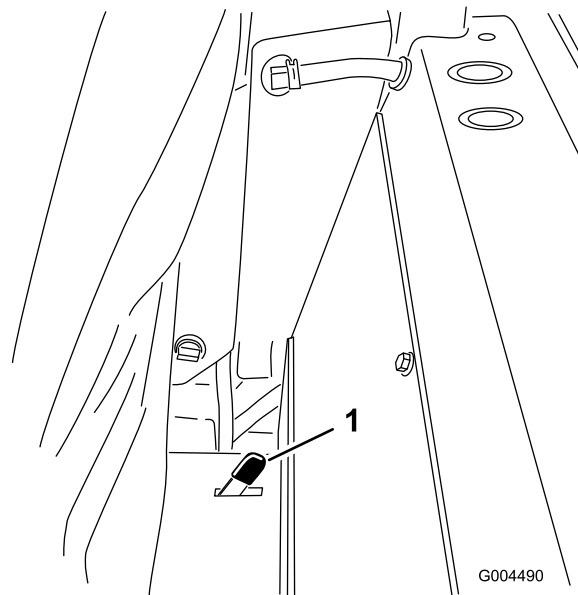

Figure 35
2. Poussez un des verrous du siège, situés derrière et sur les côtés du siège, en arrière pour déverrouiller le siège et tirez le haut du siège en avant (Figure 35).